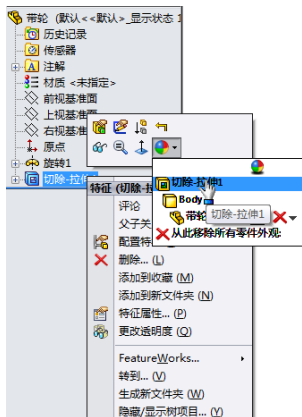

图 5-33 设置颜色快捷菜单
**02** 执行命令。右键单击所选特征，在弹出的快捷菜单中选择“外观”→“添加外观”选项，如图 5-33 所示。